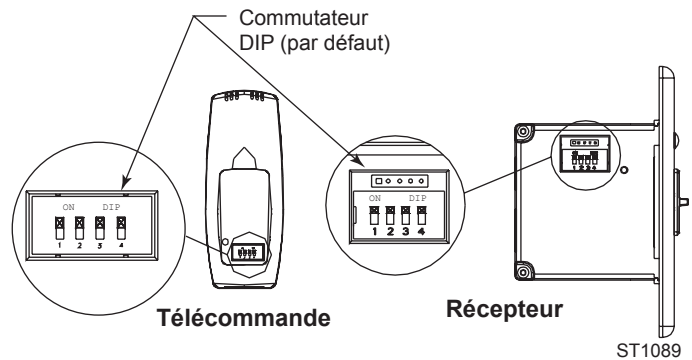

Fig. 58 Les commutateurs de la télécommande doivent correspondre aux commutateurs de récepteur.
1. Glissez les commutateurs de code se trouvant sur la télécommande et le récepteur à la position ON (marche) ou OFF (arrêt). Les commutateurs 1, 2, 3 et 4 de la télécommande et du récepteur sont pré-réglés à la position ON (marche). (Fig. 58)